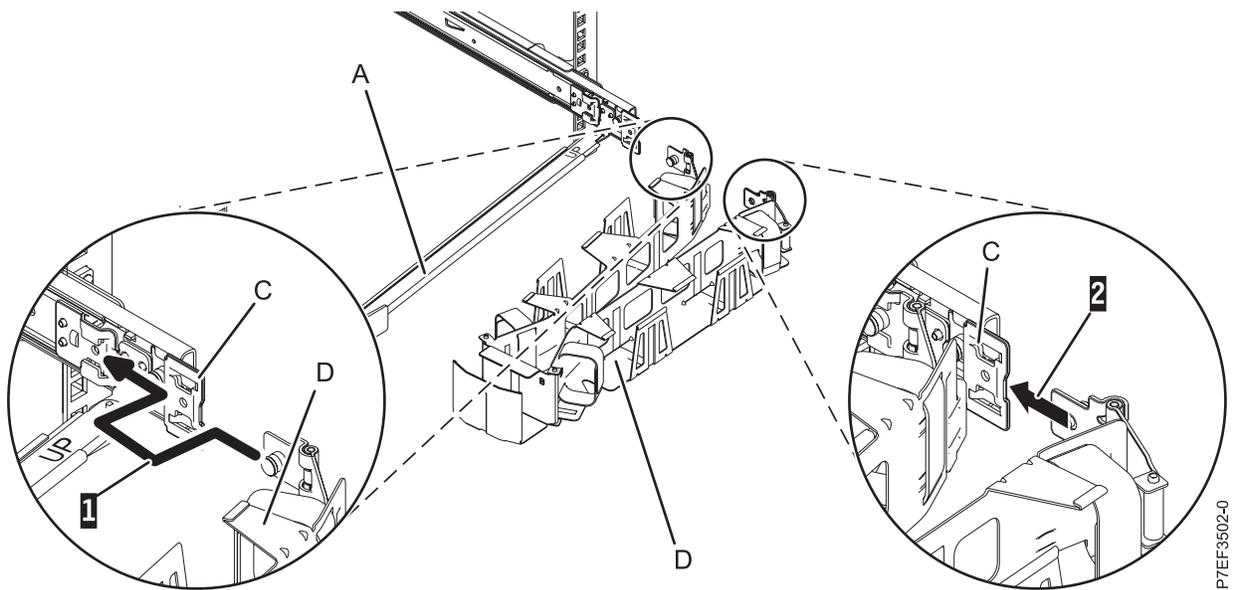

Figura 17. Conexión del brazo portacables
5. Coloque el brazo portacables (D) en el brazo de soporte (A). Deslice la pestaña del brazo portacables en la ranura interior del riel derecho (1). Empuje la pestaña hasta que el pestillo accionado por resorte quede encajado en su sitio. Deslice la otra pestaña del brazo portacables en la ranura de la abrazadera de montaje (C) de la parte exterior del riel derecho (2). Empuje la pestaña hasta que el pestillo accionado por resorte quede encajado en su sitio, tal como se muestra en la Figura 17.